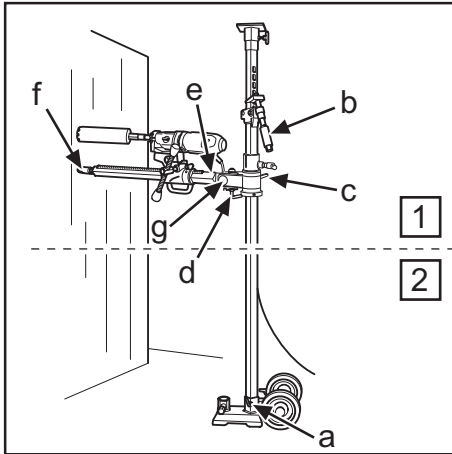
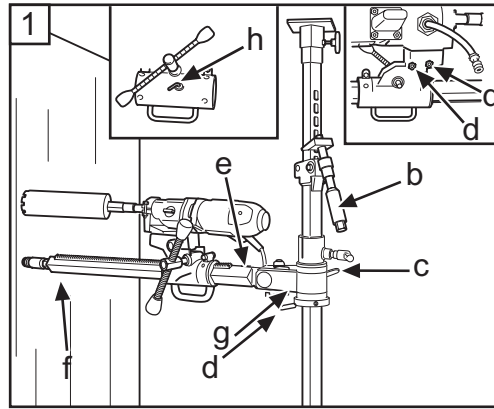

Fig.3
Fig.4
- Para perforar a más de 1,5 m de altura, el tubo exterior grueso debe estar orientado hacia arriba, y al revés para perforar a menos de 1,5 m de altura. Comprobar que el puntal está bloqueado en la placa base con el tornillo de fijación (a) (fig. 3).
- 5. Fijar la caja de alimentación en la columna de perforación (h) (fig. 4).
- 6. Montar la perforadora en la fijación rápida de la caja de alimentación. Apretar las tuercas cónicas (d) (fig. 4/12) con una llave de 24 mm.
- Se a perfuração vai ser feita a uma altura superior a 1,5 m, o tubo grosso externo deverá estar voltado para cima, ou ao contrário se vai ser feita abaixo de 1,5 m. Certifique-se de que a escora está travado na placa base com o parafuso de bloqueio (a) (Fig. 3).
- 5. Fixe a caixa de alimentação na coluna de perfuração (h) (Fig. 4).
- 6. Monte a perfuradora na fixação rápida da caixa de alimentação. Aperte as porcas cónicas (d) (Fig. 4/12) com a chave de 24 mm.
- When drilling is to be performed at a height greater than 1.5 metres, the heavier outer tube should be turned upwards and vice versa when drilling below 1.5 metres. Check that the support column is clamped in the base plate with the locking bolt (a) (Fig. 3).
- 3. Clamp the telescopic support column against the ceiling, choose the closest hole in the holed inner tube. Clamp using the support column handle (B) and screw the last bit using a 24 mm spanner, do not clamp too tight.
- 5. Secure the feed housing on the drill column (h) (Fig. 4).
- 6. Fit the drilling machine in the quick-action attachment on the feed housing. Tighten the conical nuts (d) (Fig. 4/12) with a 24 mm spanner.
5. Inclinar la columna de perforación hacia atrás y fijarla con el mango en L (d). Para la perforación inclinada, aflojar el mango en L (d) e inclinar la columna de perforación en el ángulo deseado, apretando la tuerca (g) con una llave de 30 mm (fig. 4).
6. Controlar la posición de la broca de corona. Enroscar el tornillo de puntal (f) (fig. 3/7) contra la pared para fijar la columna de perforación. Fijar con una tuerca de seguridad de 30 mm (f) (fig. 3/7), usando una regla de madera o similar como separador.
- La columna de perforación es girable en 360° y se fija en cada posición con un tornillo Allen de 8 mm (e) (fig. 3/4).
5. Incline novamente e levante a coluna de perfuração. Fixe com o punho em L (d). Para perfuração inclinada, afrouxa-se o punho em L (d) e coloca-se a coluna de perfuração na posição desejada apertando a porca (g) com a chave de 30 mm (Fig. 4).
6. Controlar a posição da coroa da broca. Enroscar o parafuso de escora (f) (Fig. 3/7) contra a parede para fixar a coluna de perfuração. Fixar com a porca de segurança de 30 mm (f) (Fig. 3/7), usando um calço de madeira ou similar como separador.
- A coluna de perfuração pode rodar 360° e é fixada na posição desejada com uma chave Allen de 8 mm (e) (Fig. 3/4).
5. Angle back and fold up the drill column, secure with the L-handle (d). When angle drilling loosen the L-handle (d) and the drill column is set at the required angle by tightening the nut (g) using a 30 mm spanner (Fig.4).
6. Check the position of the drill bit. Screw in the support column screw (f) (Fig. 3/7) against the wall to secure the drill column. Secure with the locking nut 30 mm (f) (Fig. 3/7), use a wooden batten or the like as packing.
- The drill column can be turned through 360° and locked in respective positions using an 8 mm hex-key (e) (Fig. 3/4).